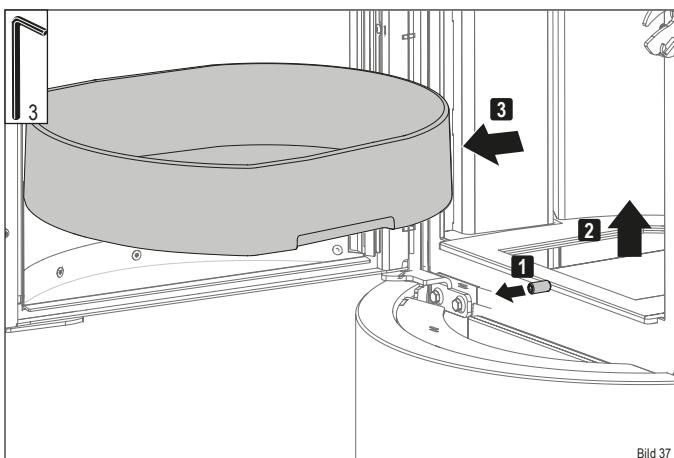

Bild 37
- Entnehmen sie den Feuerrost aus dem Feuerraum (Bild 37).